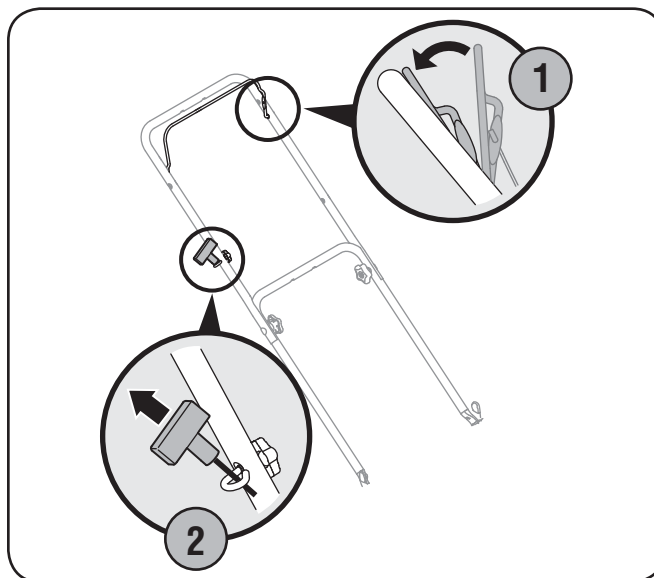

Figure 5-1
1. Placez-vous derrière la tondeuse, appuyez sur la commande de la lame et maintenez-la contre le guidon supérieur. Voir la Figure 5-1.